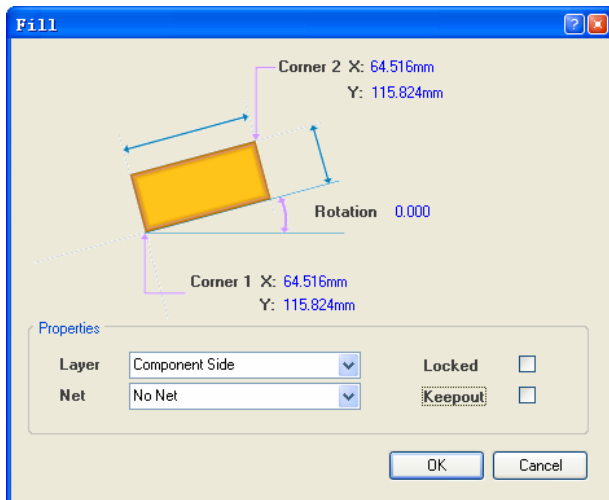

图 7.53 “Fill”对话框
(1) 在工作区单击需要布置填充区域的 PCB 板层标签。
(2) 在主菜单中选择“Place”->“Fill”命令或者直接单击“Wiring”工具栏中的填充工具按钮。启动填充命令。
(3) 单击键盘“Tab”键，打开如图 7.53 所示的“Fill”对话框。
如图 7.53 所示的“Fill”对话框用于设置填充的属性，其中选项的功能如下。